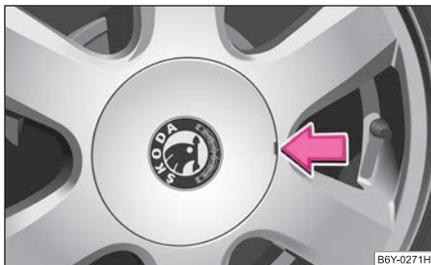

Abb. 156 Radzierkappe abziehen
- Hebeln Sie die Radzierkappe mit Hilfe des Abziehhakens vorsichtig ab ⇒ Abb. 156. ■